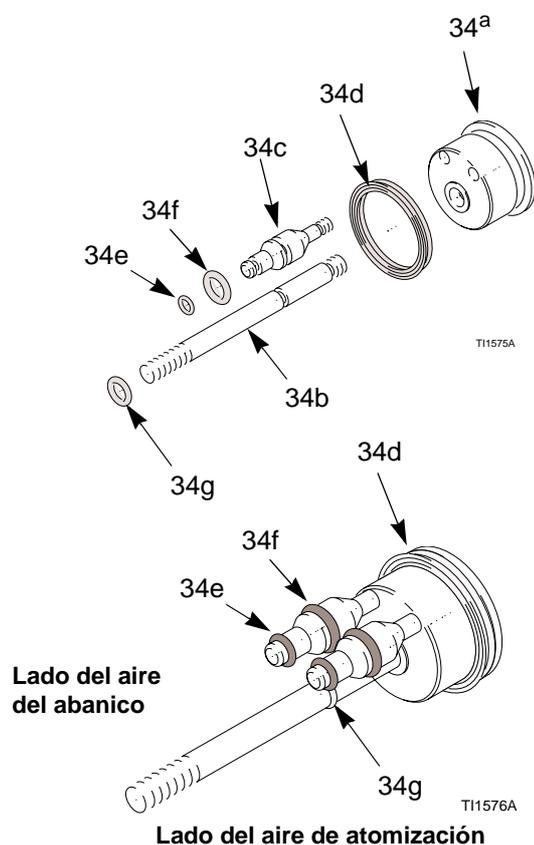

**Fig. 25. Brazo del actuador**
2. Desmonte el cabezal de aire, página 34. Desmonte la carcasa (2).
3. Saque la contratuerca (28), el brazo del actuador (29), y la tuerca de ajuste (30). Vea Fig. 25.
**NOTA:** La boquilla del fluido (4) debe estar colocada cuando se desmonta o se instala la contratuerca y el brazo del actuador.
1. Instale la tuerca de ajuste (30), el brazo del actuador (29), y la contratuerca (28) en el eje del pistón (34b). Observe que la contratuerca (28) tiene una parte hexagonal ligeramente mayor y un perfil más delgado que la tuerca de ajuste (30). Vea Fig. 25 en la página 38.